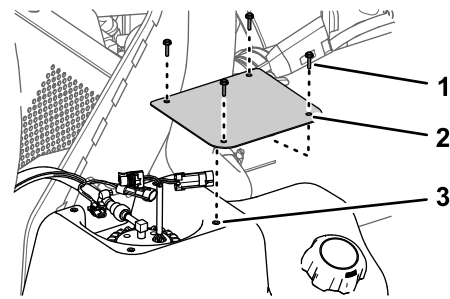

Figura 84
1. Monte la tapa en el depósito (Figura 84) con los 4 tornillos (N.º 10 x ¾") que retiró en el paso 2 de Retirada de la tapa de la bomba de combustible (página 68).